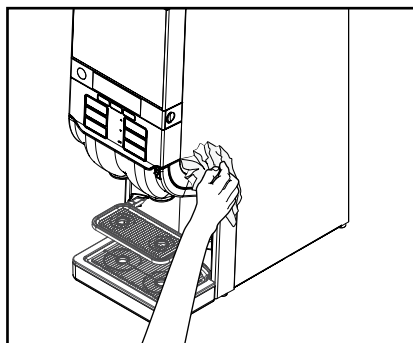

Fig. 33
6. Limpe a parte externa da máquina com um pano limpo e úmido. (Fig. 33)